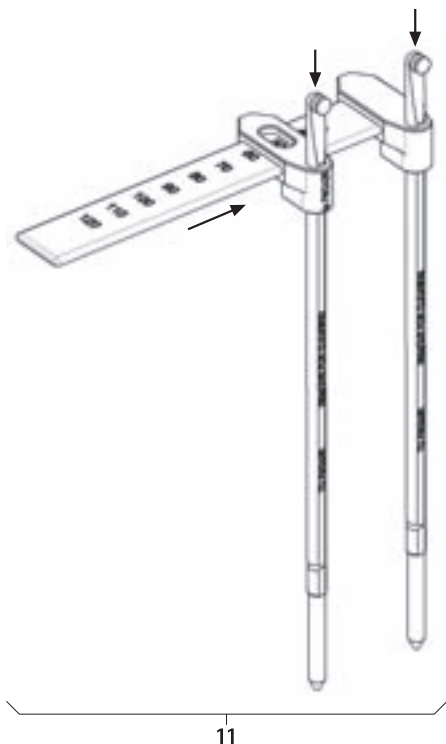

Fig. 17
- Montera stavlängds-mätinstrument 11, se Fig. 17.